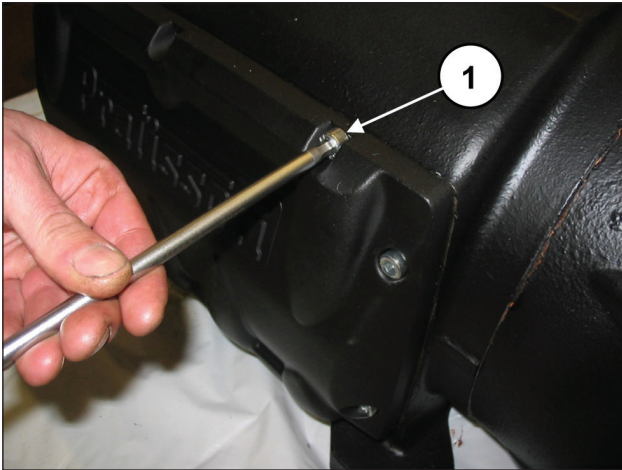

Abb. 5
Demontieren Sie den Gehäusedeckel und lösen hierzu die entsprechenden Schrauben (Pos. ①, Abb. 5).